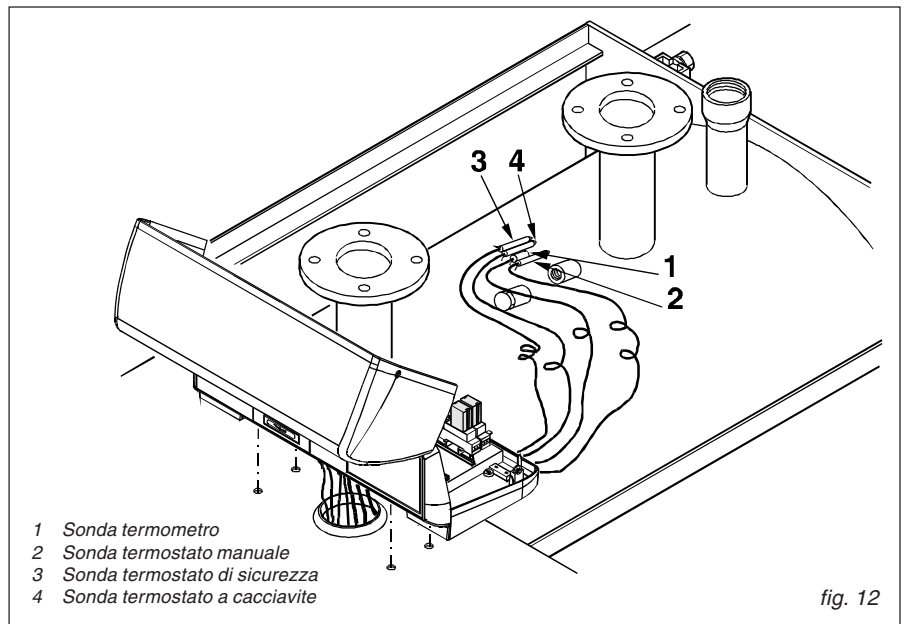

fig. 12
- come indicato in Fig. 12 ed eseguire il collegamento elettrico del pannello alla linea di alimentazione, al bruciatore ed alle eventuali pompe, etc.
- G) Montare i pannelli superiori longitudinali (pos. 9 e 10) e fissarli con il rinforzo posteriore (pos. 11) e le relative viti (pos. 12).